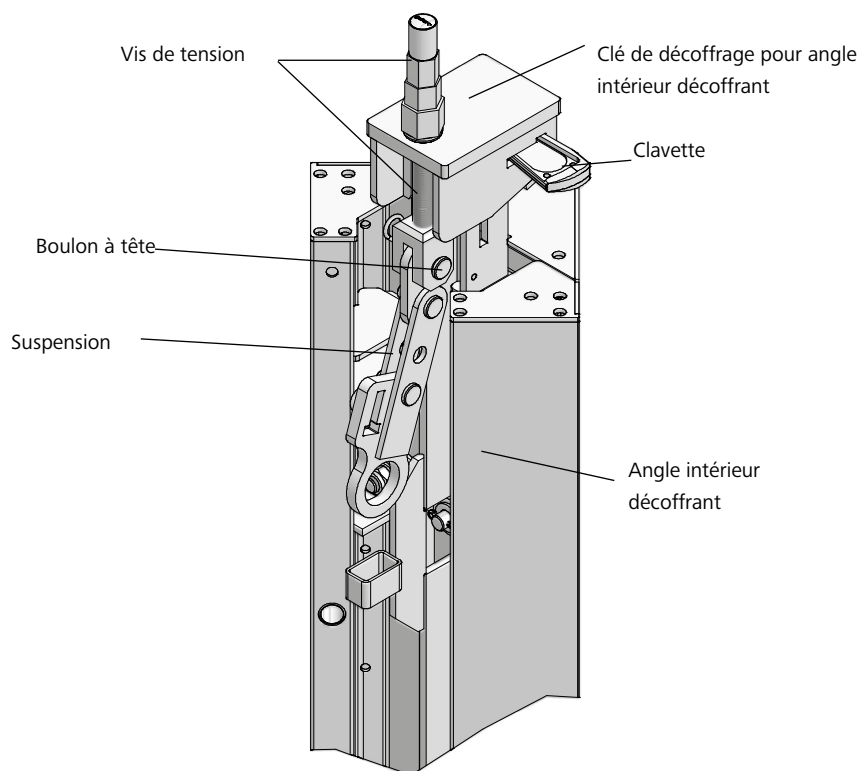

Fig. 49.2
1. Poser la clé de décoffrage pour angle décoffrant sur la pièce de couplage située sur le haut de l'angle intérieur décoffrant. Vérifier que la suspension de l'angle intérieur décoffrant est tournée vers le bas (Fig. 49.2).
2. Fixer la clé de décoffrage sur l'angle intérieur décoffrant à l'aide du boulon à tête 16/40 et de la goupille $\beta 4$ de la vis de tension de la clé de décoffrage (Fig. 49.2).
3. Pour bloquer la clé de décoffrage pour angle décoffrant, enfoncer la clavette dans l'ouverture située sur le côté de la clé de décoffrage à l'aide d'un marteau (Fig. 49.2).